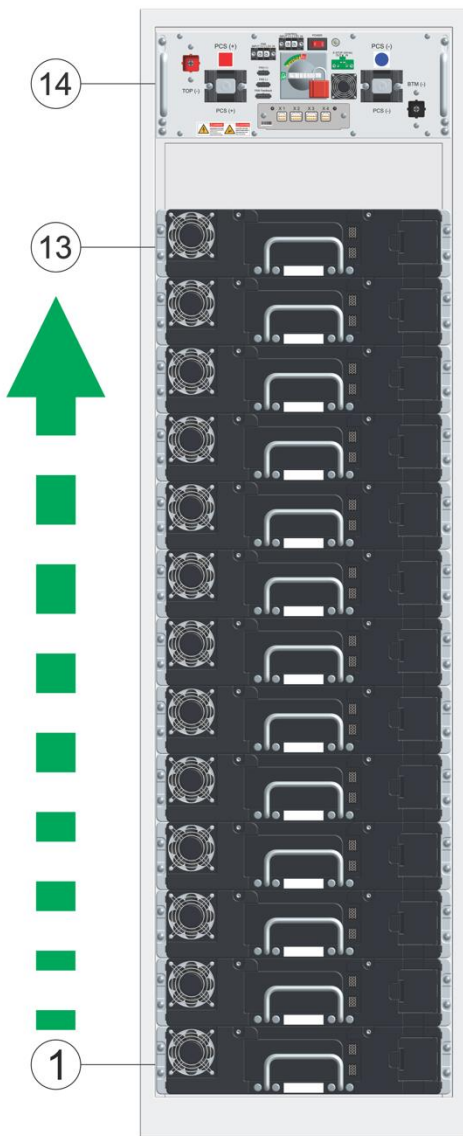

Abb. 17: Stecker eines Modullüfters
- Halten Sie bei der Montage den Anschlusskasten (2) geschlossen.
- Achten Sie darauf, dass Sie beim Einbau die Stecker der Modullüfter (Abb. 17) nicht beschädigen.